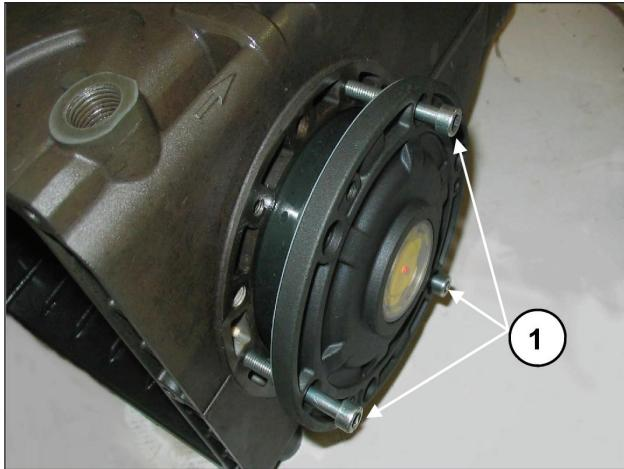

图8
为了便于第一部分的注油和盖子在泵壳的插入，建议使用3个部分螺纹的M6x40螺丝(图8, ①)，然后使用附带的螺丝(M6x18)完成操作。
将两个侧盖靠近泵壳时，可如图8所述在初步定向阶段时使用3个M6X40螺丝，并在最后固定时使用预定的螺丝。